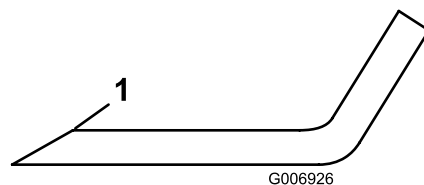

Figura 76
- Inspectai muchiile de tăiere ale tuturor lamelor. Ascuie muchiile de tăiere dacă sunt tocite sau ciobite, ascuu doar partea superioară a muchiei de tăiere i menineți unghiul de tăiere inițial pentru a asigura ascuirea (Figura 76).